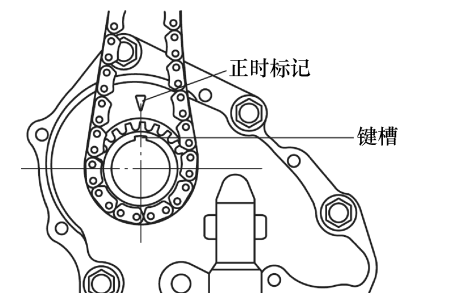

图 5-23 将 1 号活塞设置于 TDC 位置
1) 顺时针旋转曲轴, 将曲轴链轮的键槽与正时标记对齐, 然后将 1 号气缸定位到 TDC 位置, 如图 5-23 所示。